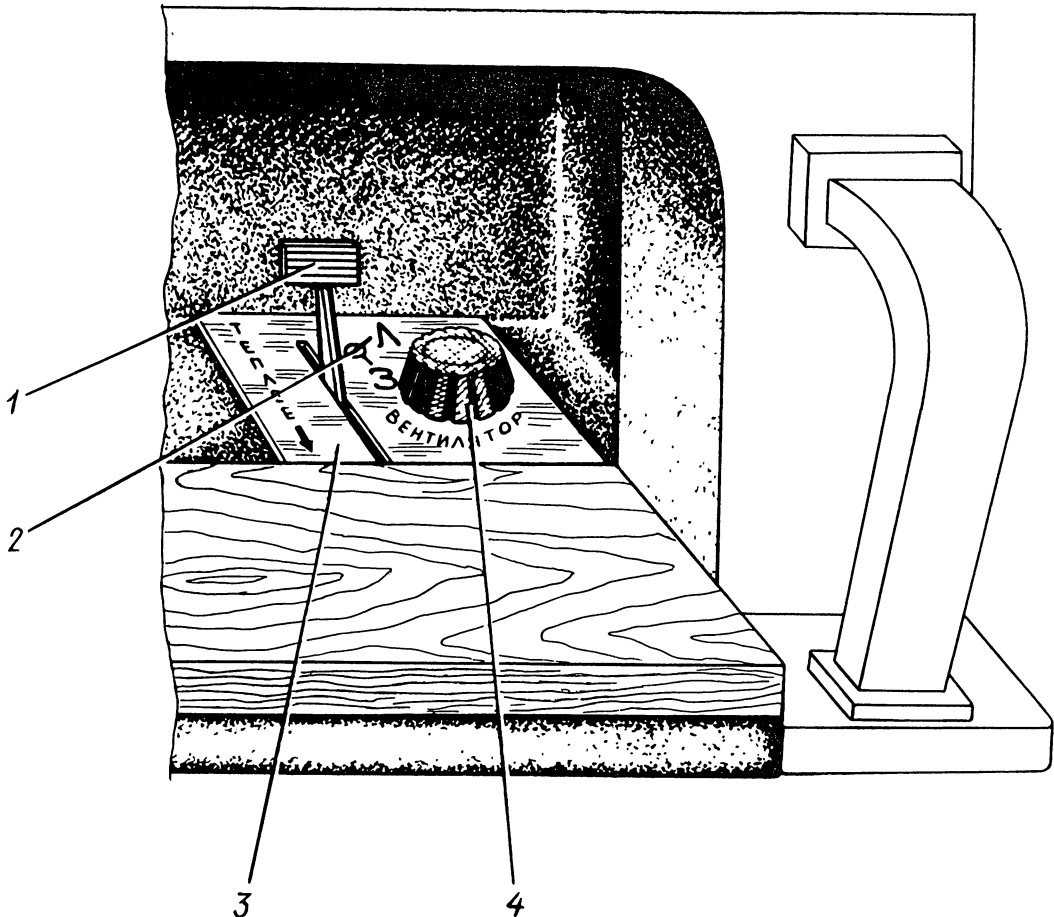

Рис.91. Привод управления отоплением пассажирского отделения:
На панели, находящейся в нише левой боковины под окном пассажирского отделения, расположена ручка 4 (рис.91) регулятора частоты вращения электродвигателя вентиляторов пассажирского отделения, которые имеют две частоты вращения.
Перед включением системы надо закрыть окна и форточки, включить вентиляцию и отопление, для чего установить в крайнее правое положение рычаг 25 (рис. 2) управления вентиляцией и отоплением и рычаг 26 управления краном отопления отделения водителя, а также закрыть кран отопления пассажирского отделения с помощью рычага I (рис. 91).
1. Поставить рычаг 26 /рис. 2/ или рычаг 1 /рис. 91/ в положение, соответствующее летним условиям эксплуатации, т.е. полностью закрытому крану.